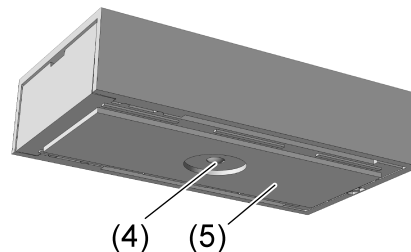

Bild 7: Gehäuseunterseite mit Klebepad
- Klebepad (5) auf Gehäuseunterseite aufbringen (Bild 7). Dazu die Schutzfolie einseitig abziehen, auf die Gehäuseunterseite des Sensors auflegen und fest andrücken. Der Lichtleiter (4) für die Helligkeitsmessung darf dabei nicht überklebt werden.